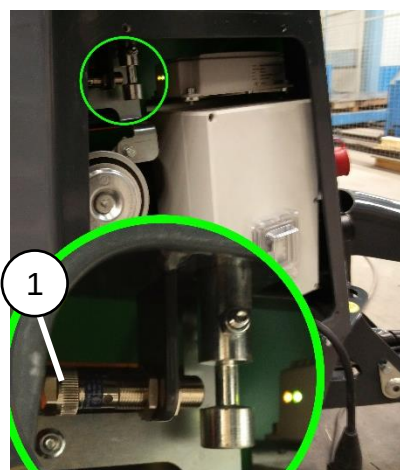

Figura 27: Soporte de transporte del brazo inferior
El control de sobrecarga se encuentra entre la plataforma elevadora de trabajo y el soporte de la plataforma (figura 27). La carga de la cesta se mide con un sensor de carga (1) que sigue la norma EN 280.